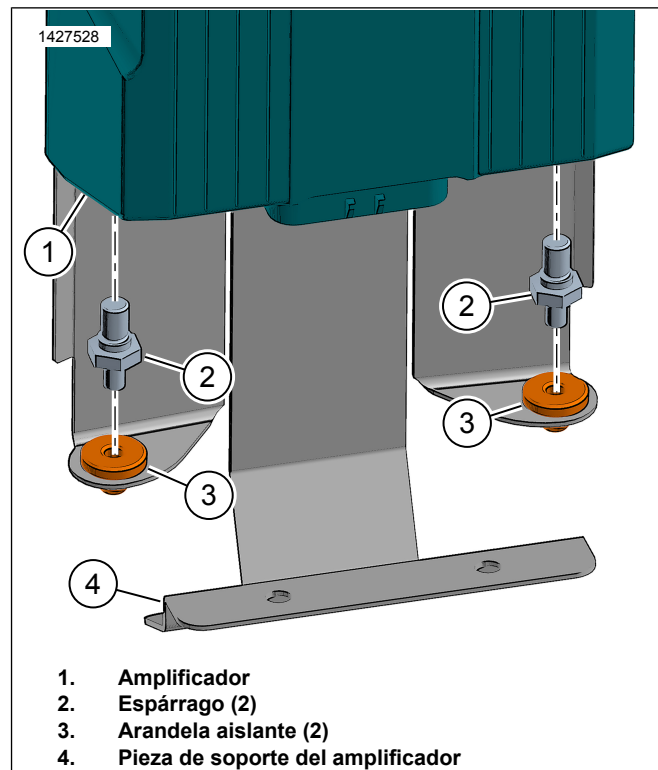

Figura 5. Perno macho del amplificador
4. Consulte la Figura 5. Instale la arandela aislante (3) en la pieza de soporte de montaje del amplificador (4).
5. Instale el espárrago (2) en el amplificador (1). Apretar.